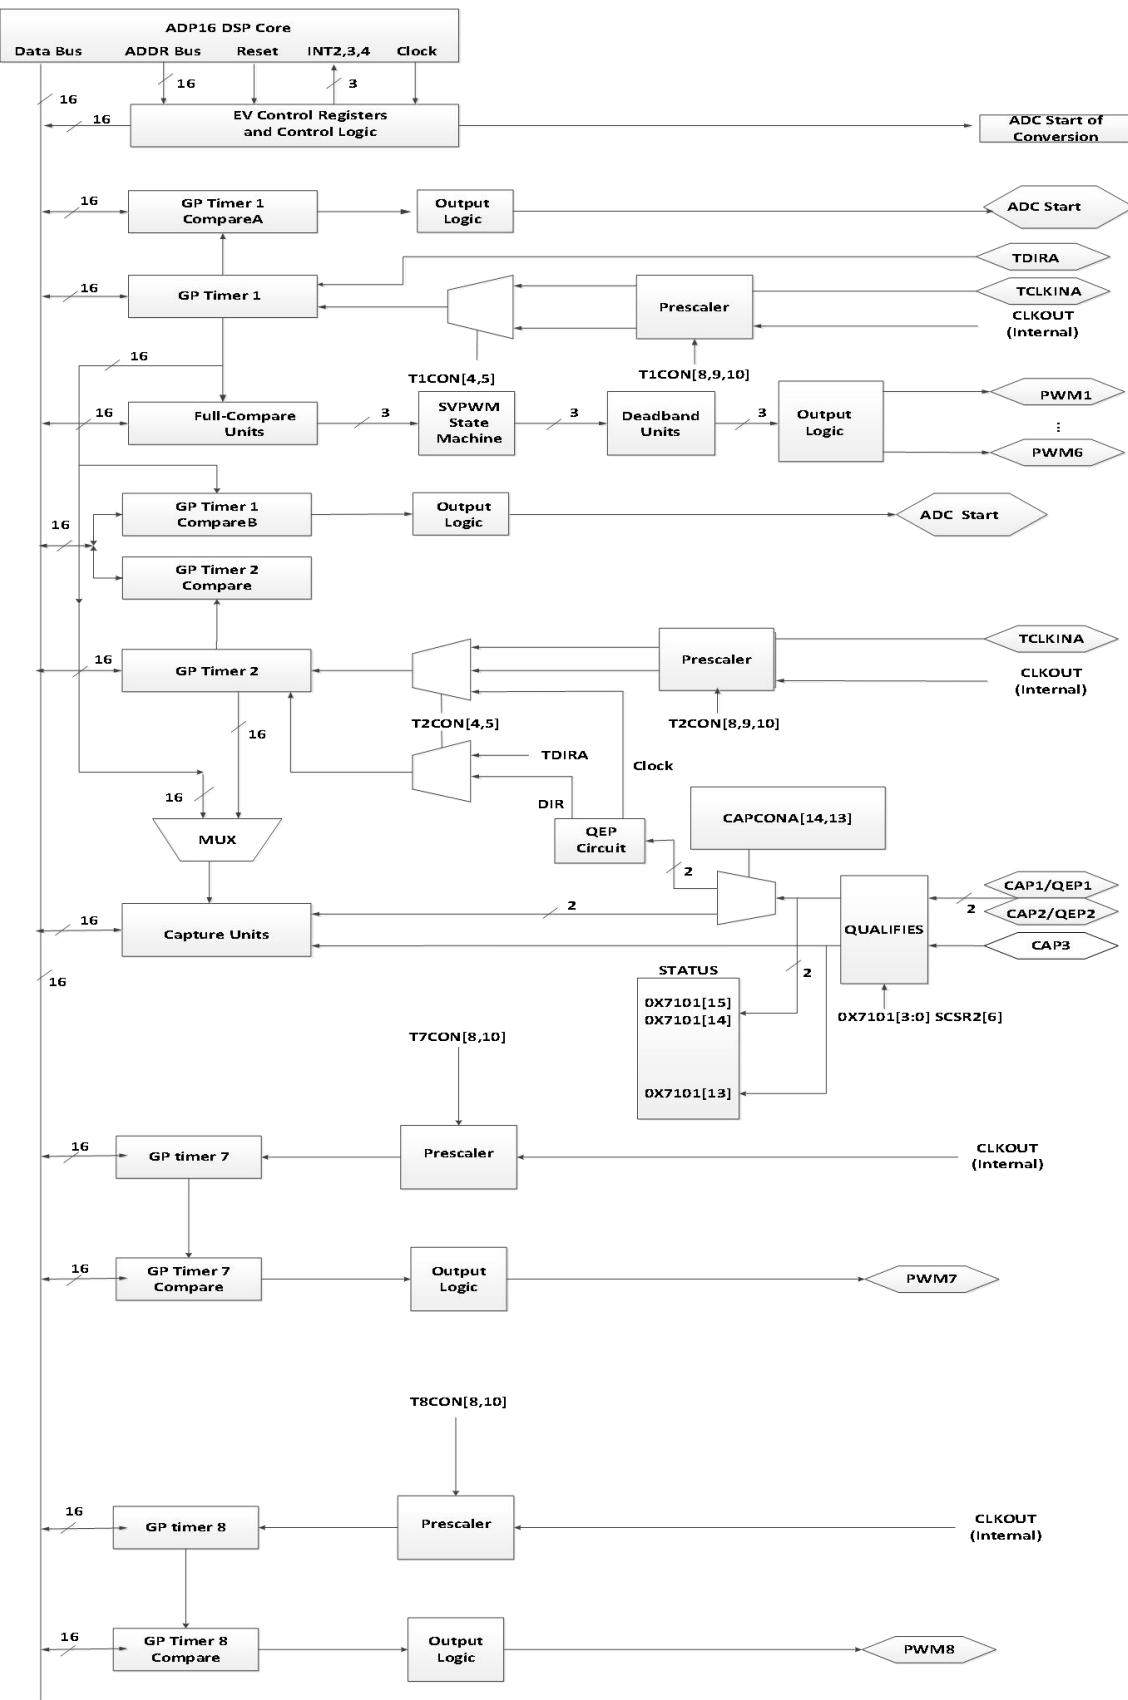

图 14-1 为事件管理器模块 (EM1) 结构框图
事件管理器模块包括通用(GP) 定时器、完全比较/ PWM 单元、捕获单元、和正交编码器脉冲(QEP) 电路。表 14-1 显示了使用的模块、信号名称、特性、功能，并且标出了 EM1 命名规则,图 14-1 为事件管理器模块 (EM1) 结构框图。